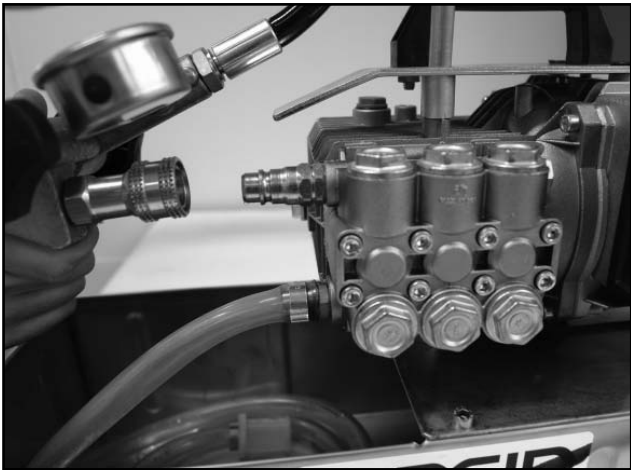

Fig. 4
7. Stellen Sie die Pumpe ab und beginnen Sie mit der Dichtigkeitsprüfung. Die Kontrollarmatur kann bei Bedarf von der Pumpe abgekoppelt werden (siehe Abb. 4).